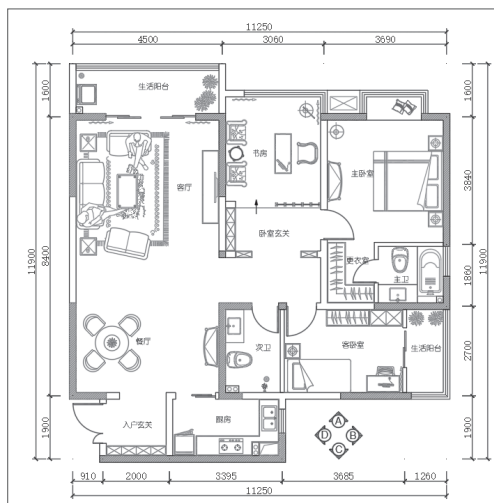

图 1-20
**步骤 01** 打开“三居室平面”素材文件，如图1-20所示。